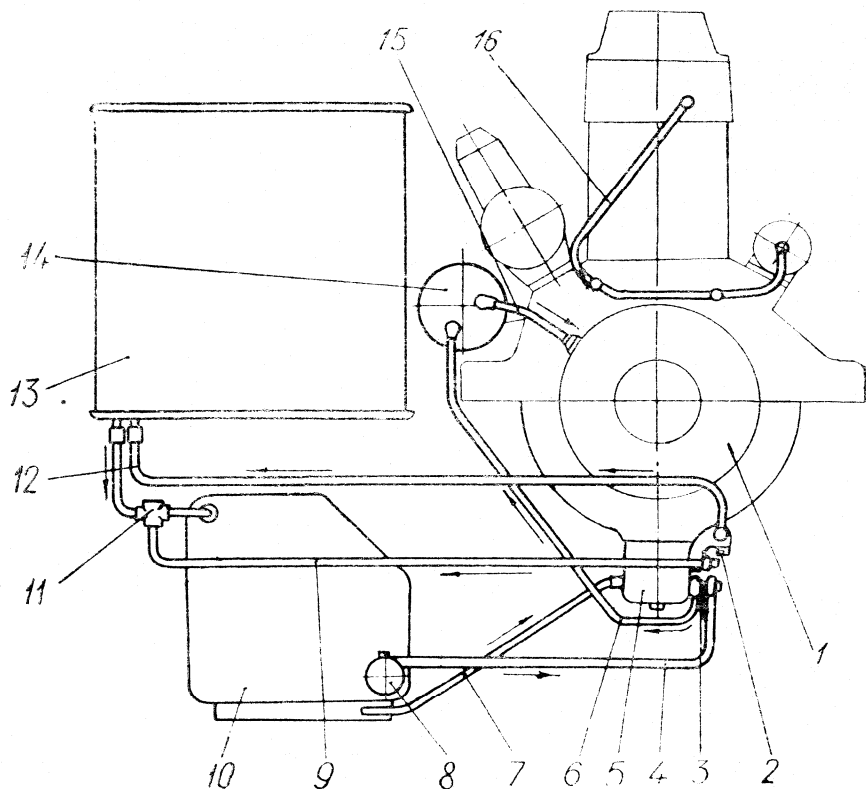

Рис. 4. Схема системы смазки:
Система смазки включает в себя масляный насос 5 (рис. 4) фильтр 14, разветвленную систему каналов, подводящих масло к трущимся поверхностям, наружные маслопроводы 4, 7, 9, 12, 15, 16 масляный бак 10, масляный радиатор 13, электрический маслопрокачивающий насос (МЗН) 8, маслоперепускной 11 и маслозапорный 3 клапаны и детали соединения.
**Работа системы смазки.** Нагнетающая секция трехсекционного масляного насоса дизеля получая масло из бака 10 (см. рис. 4) подает его по маслопроводу 6 к масляному фильтру 14 дизеля. Пройдя через фильтр, масло под давлением 5—10,5 кгс/см2 подается по маслопроводу в дизель через подвод в корпусе привода вентилятора.